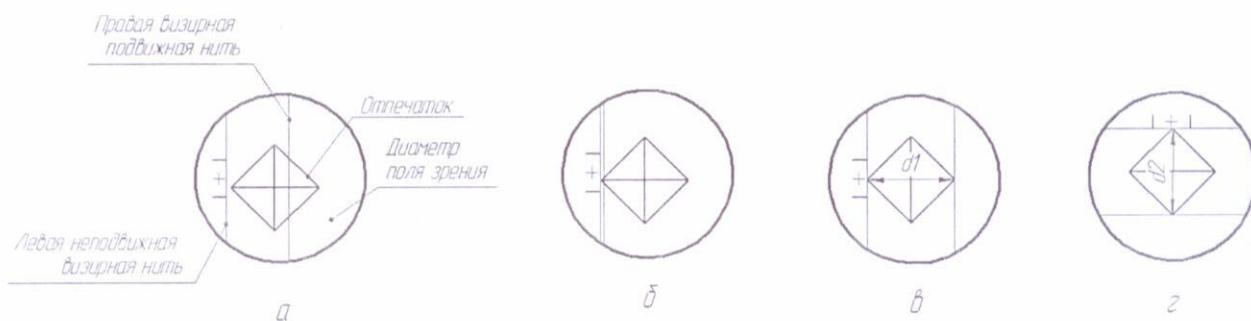

Рисунок 9.3 – Измерение отпечатка на ИТВ-50-АМ
- подвести правую подвижную визирную нить к левой неподвижной при помощи регулировочных винтов микрометра до соединения в одну линию (Рисунок 9.3б), при этом учесть, что левая визирная нить должна быть установлена строго по левому краю отпечатка (начало замера);
- переместить правую визирную нить к правому краю отпечатка (Рисунок 9.3в);
- подвести неподвижную визирную нить к нижнему краю, а подвижную к верхнему краю отпечатка (Рисунок 9.3г);